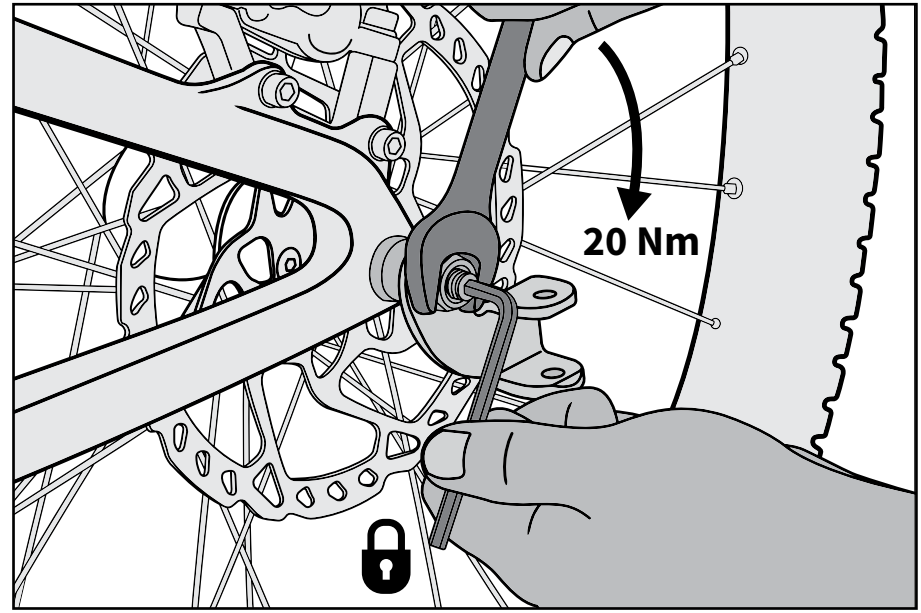

Fig 6
8. Install the Burley hitch over the end of the axle, install washer and lock in place with the provided nut. Tighten the nut to 20 Nm using a 17 mm wrench while holding the thru axle in place with a 5mm Allen wrench (Fig 6).
8. Installieren Sie die Kupplung von Burley am Achsenende und befestigen Sie sie mit der mitgelieferten Mutter. Ziehen Sie die Mutter unter Verwendung eines 17-mm-Schraubenschlüssels auf 20 Nm an, wobei die Steckachse mit einem 5-mm-Innensechskantschlüssel stabil gehalten wird (Abb. 6).
8. Installez l'attelage Burley sur l'extrémité de l'axe et bloquez-le à l'aide de l'écrou fourni. Serrez l'écrou à 20 Nm à l'aide d'une clé 17 mm tout en maintenant l'axe traversant à l'aide d'une clé Allen 5 mm (Fig. 6).